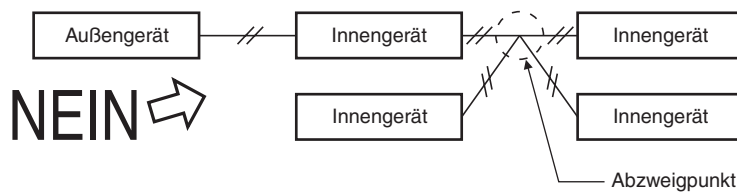

Abb. 4-4
- Steuerverbindungskabel zwischen Geräten dürfen nicht so angeschlossen werden, dass eine sternförmige Abzweigung gebildet wird. Sternförmige Abzweigungen verursachen eine inkorrekte Adresseneingabe. (Abb. 4-4)